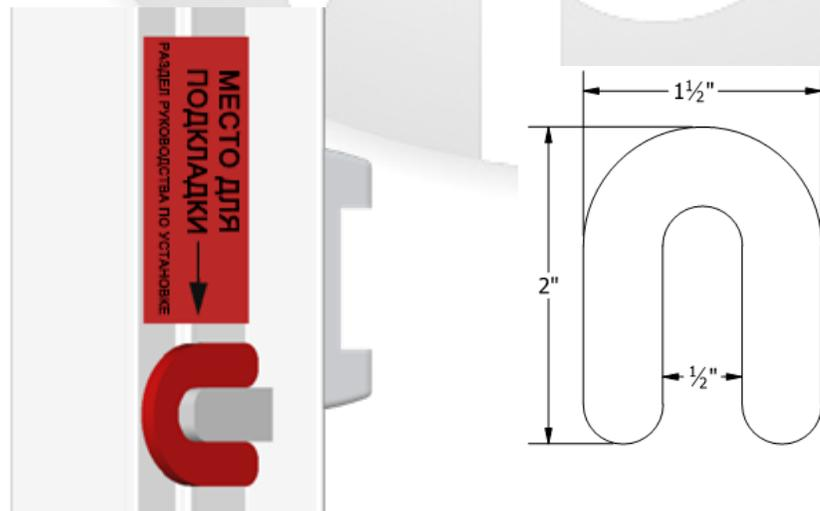

Рисунок 11. Установка подкладок на косяки при помощи системы Shim Shelf
- I) Подкладки должны быть выполнены из высокопрочного непортящегося и устойчивого к коррозии материала, например из ПВХ или аналогичной пластмассы. Для надлежащего выполнения процесса установки рекомендуется использовать подковообразные подкладки разной толщины (см. *рисунок 11*).
С) На всех требуемых точках для установки подкладок имеется маркировка «SHIM HERE» («МЕСТО ДЛЯ ПОДКЛАДКИ») с блоком пенопласта системы VPI Shim Shelf, см. рисунок 11. Система Shim Shelf удерживает подкладки на месте на всем протяжении процесса установки. Идеальным вариантом являются подкладки размера, показанного на рисунке 11, которые можно заказать у компании Glazelock, но подходит большинство других видов подкладок.